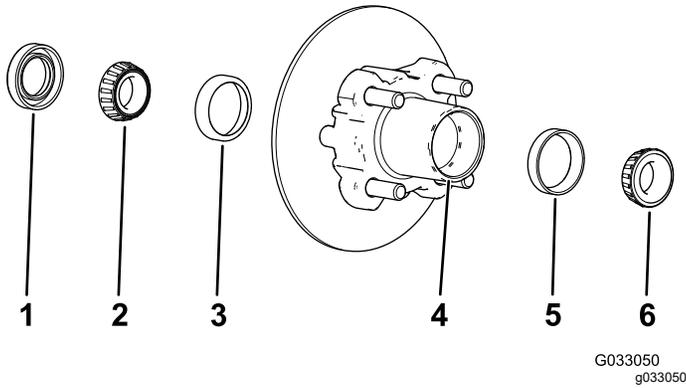

図 24
1. ハブから、外側ベアリングを外す 図 24。
2. ハブから、シール、内側のベアリングを外す 図 24。
5. ハブについているグリス、ごみなどをきれいに取り除く 図 24。
7. キャビティの50-80 %程度にグリスを詰める 図 24。
8. ハブの内側に内側ベアリングを取り付け、シールをはめる 図 24。